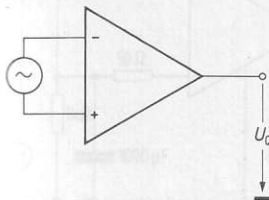

Bild 3
- d) Leerlauf (-Spannungs) Verstärkung A_{U0} ist die Verstärkung ohne Gegenkopplung (Bild 3)